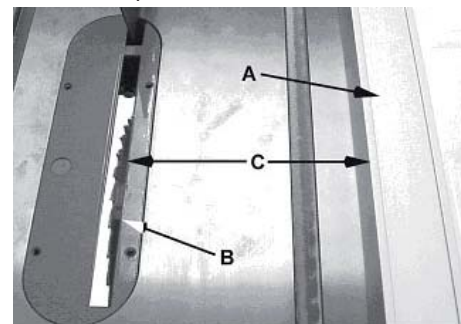

Рис. 29
- Параллельный упор (A, Рис. 29) должен быть установлен по ширине распила (C, Рис. 29), используя шкалу передней планки или измерив рас-